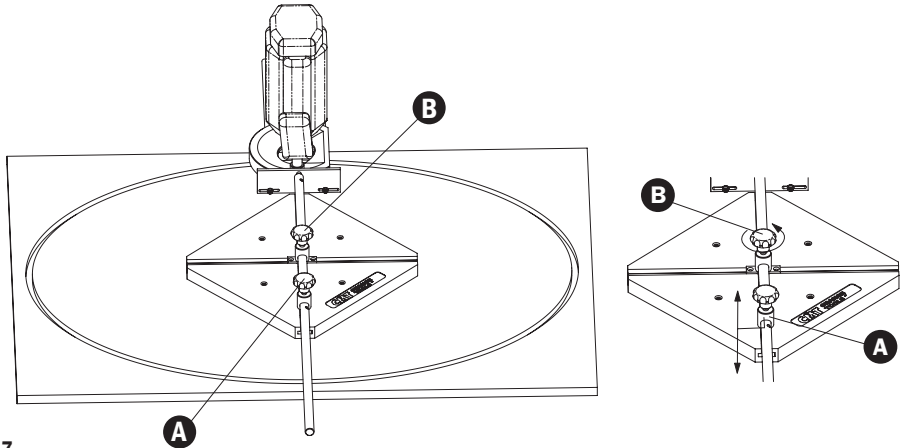

Abb. 7
(Abb. 7) Die Elektrofräse um 90° drehen. Der Plastikrahmen (1) wird nicht gedreht – das komplette Gleitelement (B) befindet sich in der Rahmenmitte.